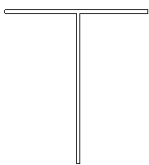

图 2-73 延伸图元
(3) 如果此图元与边界(或投影)交叉,则保留所单击的部分,而修剪边界另一侧的部分,如图 2-73 所示。